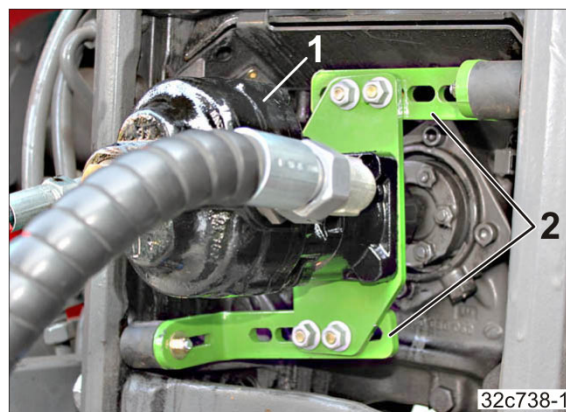

Fig. 158
5. Kobl hydraulikpumpen (Fig. 158/1) med traktorens PTO-aksel.
6. Indstil indstillingssegmentet, så de to buffere (Fig. 158/2) ligger an.